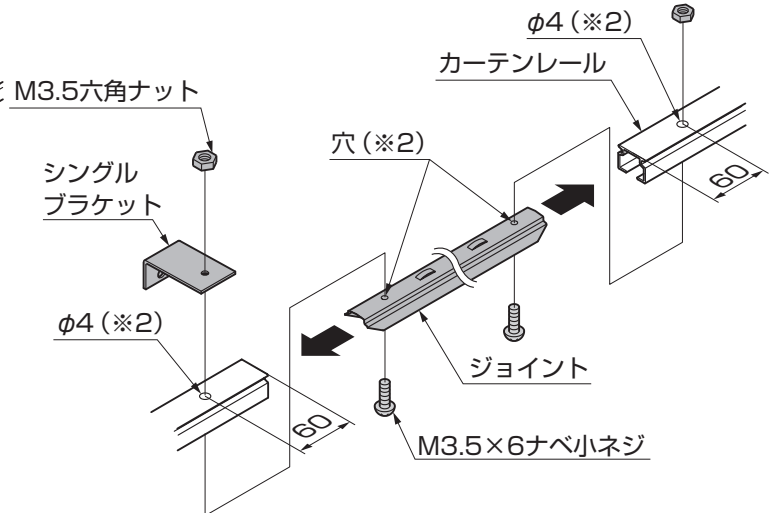

図3-4 カーテンレールの接合
- カーテンレールに図3-4を参照してφ4の穴(※2)加工してください。